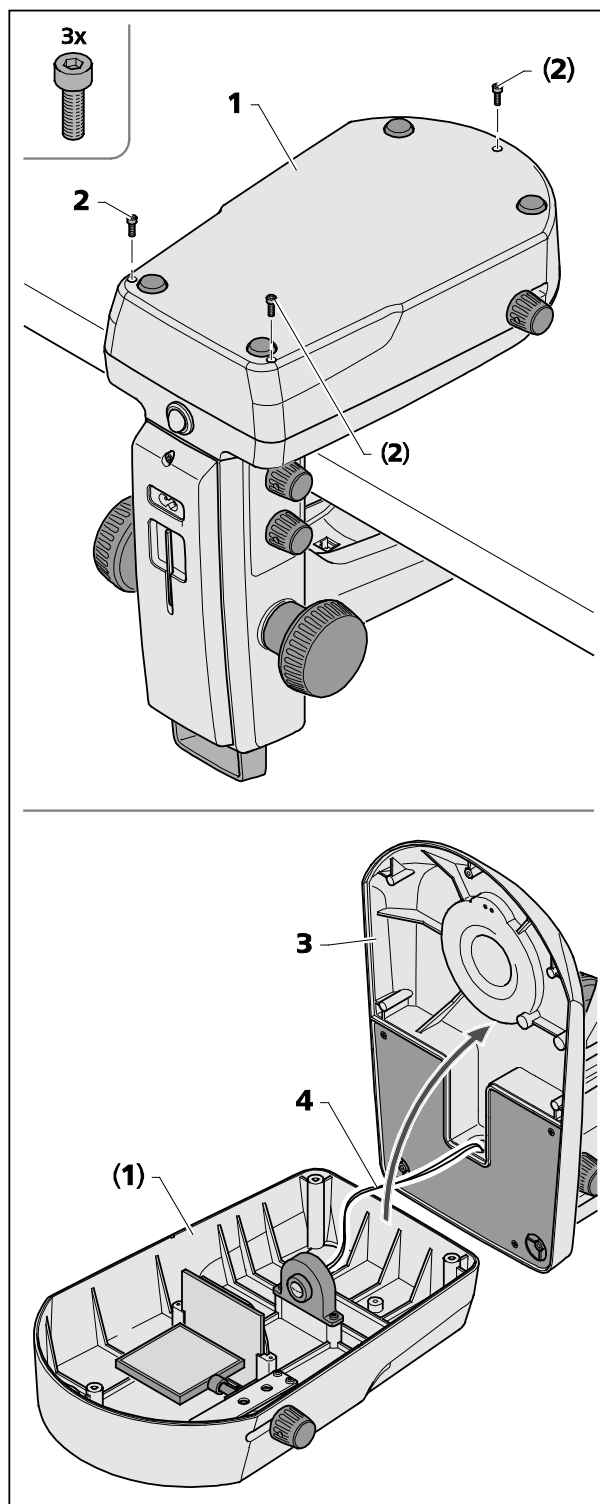

図 29 スタンド K LAB のスタンドカバープレートを開く
清掃する、あるいは誤って中に落ちた異物を取り除くために、透過光スタンド (図 29/1) をスタンドカバープレート (図 29/3) を取り外すことができます。
- 六角棒レンチ (SW 2.5) を使って、スタンドカバープレート (図 29/1) のボルト (3 本) (図 29/2) を外し、脇に置いておきます。
- スタンドカバープレート (図 29/3) を透過光スタンド (図 29/1) から慎重に取り外し、スタンドを脇におきます。
透過光スタンド (図 29/1) からケーブル (図 29/4) を外さないでください。